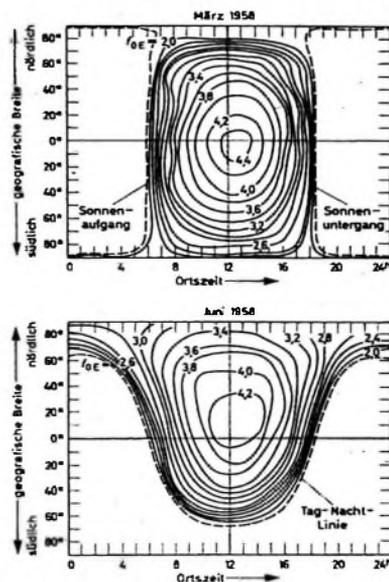

Bild 20. f_{0E} im März und Juni 1958 (hohe Sonnenaktivität, nach [2]); Abszisse: Ortszeit, Ordinate: geographische Breite
können alle regelmäßigen Variationen zugleich mit ausreichender Genauigkeit erfaßt werden [2]. Der erste Faktor gibt die Grenzfrequenz bei der Sonnenfleckenzahl $R = 0$ und senkrecht Sonnenstand ($\chi = 0$) an, der zweite die Abhängigkeit von der Sonnenaktivität (im allgemeinen wird die über 12 Monate gemittelte Sonnenfleckenzahl eingesetzt) und der dritte die tages- und jahreszeitliche und geografische Variation, zusammengefaßt im Sonnenstandswinkel χ . Bild 20 zeigt zwei Weltkarten für f_{0E} bei hoher Sonnenaktivität, auf denen man auch kleine Unregelmäßigkeiten erkennen kann. Es sind auch noch genauere Formeln als Gl. (8) aufgestellt worden [5].